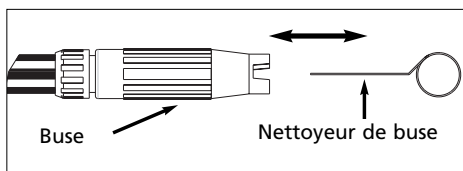

Figure 7 – Introduire le nettoyeur dans le trou de la buse et déplacer avec un mouvement avant-arrière afin de déloger l'obstruction.
- Utiliser le nettoyeur de bout (compris) ou une trombone, introduire le fil dans le trou de la buse et le dépacier avec un mouvement avant-arrière afin de déloger l'obstruction. (Voir Figure 7.)